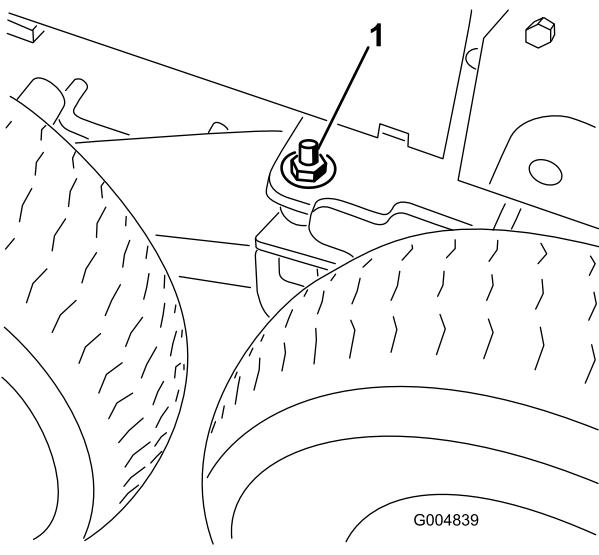

Bild 75
- Nehmen Sie die Sicherungsmutter (1/2") und die Flachscheibe von der Schweißnaht des Drehgestell-Drehzapfens ab, um den Drehzapfen zu entriegeln (Bild 75).
11. Senken Sie den Wagenheber ab, bis sich die Schweißnaht des Drehgestell-Drehzapfens ausreichend bewegt, sodass die Flachscheibe (1/2") und Sicherungsmutter auf den Bolzen aufgesetzt ist und an beiden Seiten der Maschine mit der Hand angezogen werden kann (Bild 75).